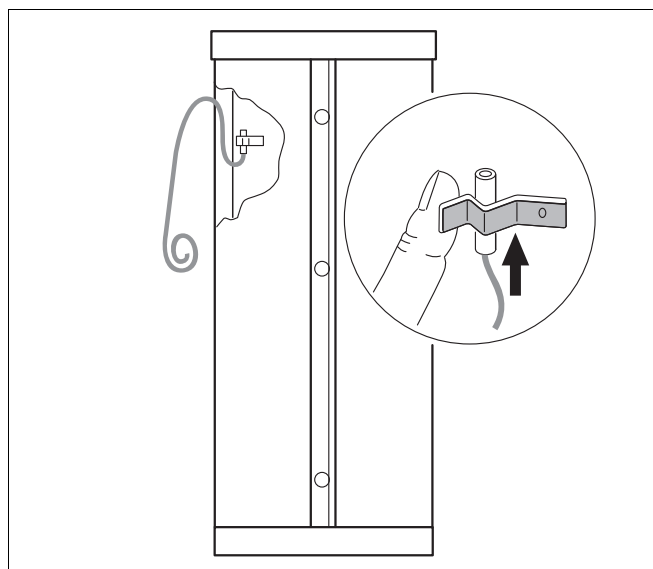

Рис.8 Установка датчика (схематичное изображение)
- ▶ Установите датчик в пружинный держатель так, чтобы вся его контактная поверхность плотно прилегала к наружной стороне корпуса бака (рис. 8).